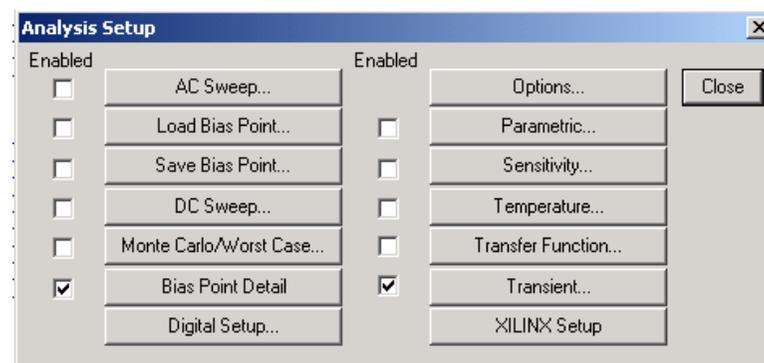

Рис. 4. Диалоговое окно установки задания на моделирование
6. Установка задания на моделирование осуществляется в диалоговом окне Analysis Setup, которое вызывается с помощью пункта меню **Analysis/Setup** (рис. 4). В открывшемся окне необходимо установить флажок напротив кнопки Transient... (расчет переходных процессов), щелкнуть по